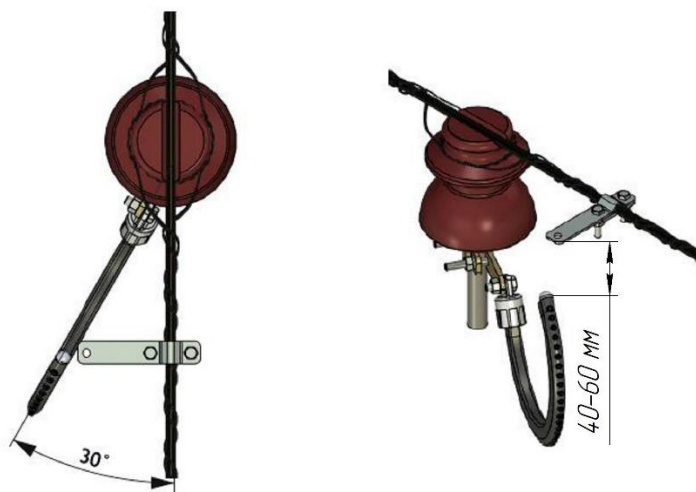

Рис.3. Установка MCR-20 на штыревой изоляции.
• Последовательность операций монтажа мультикамерного разрядника MCR 20 на штыревых изоляторах (рис.3):